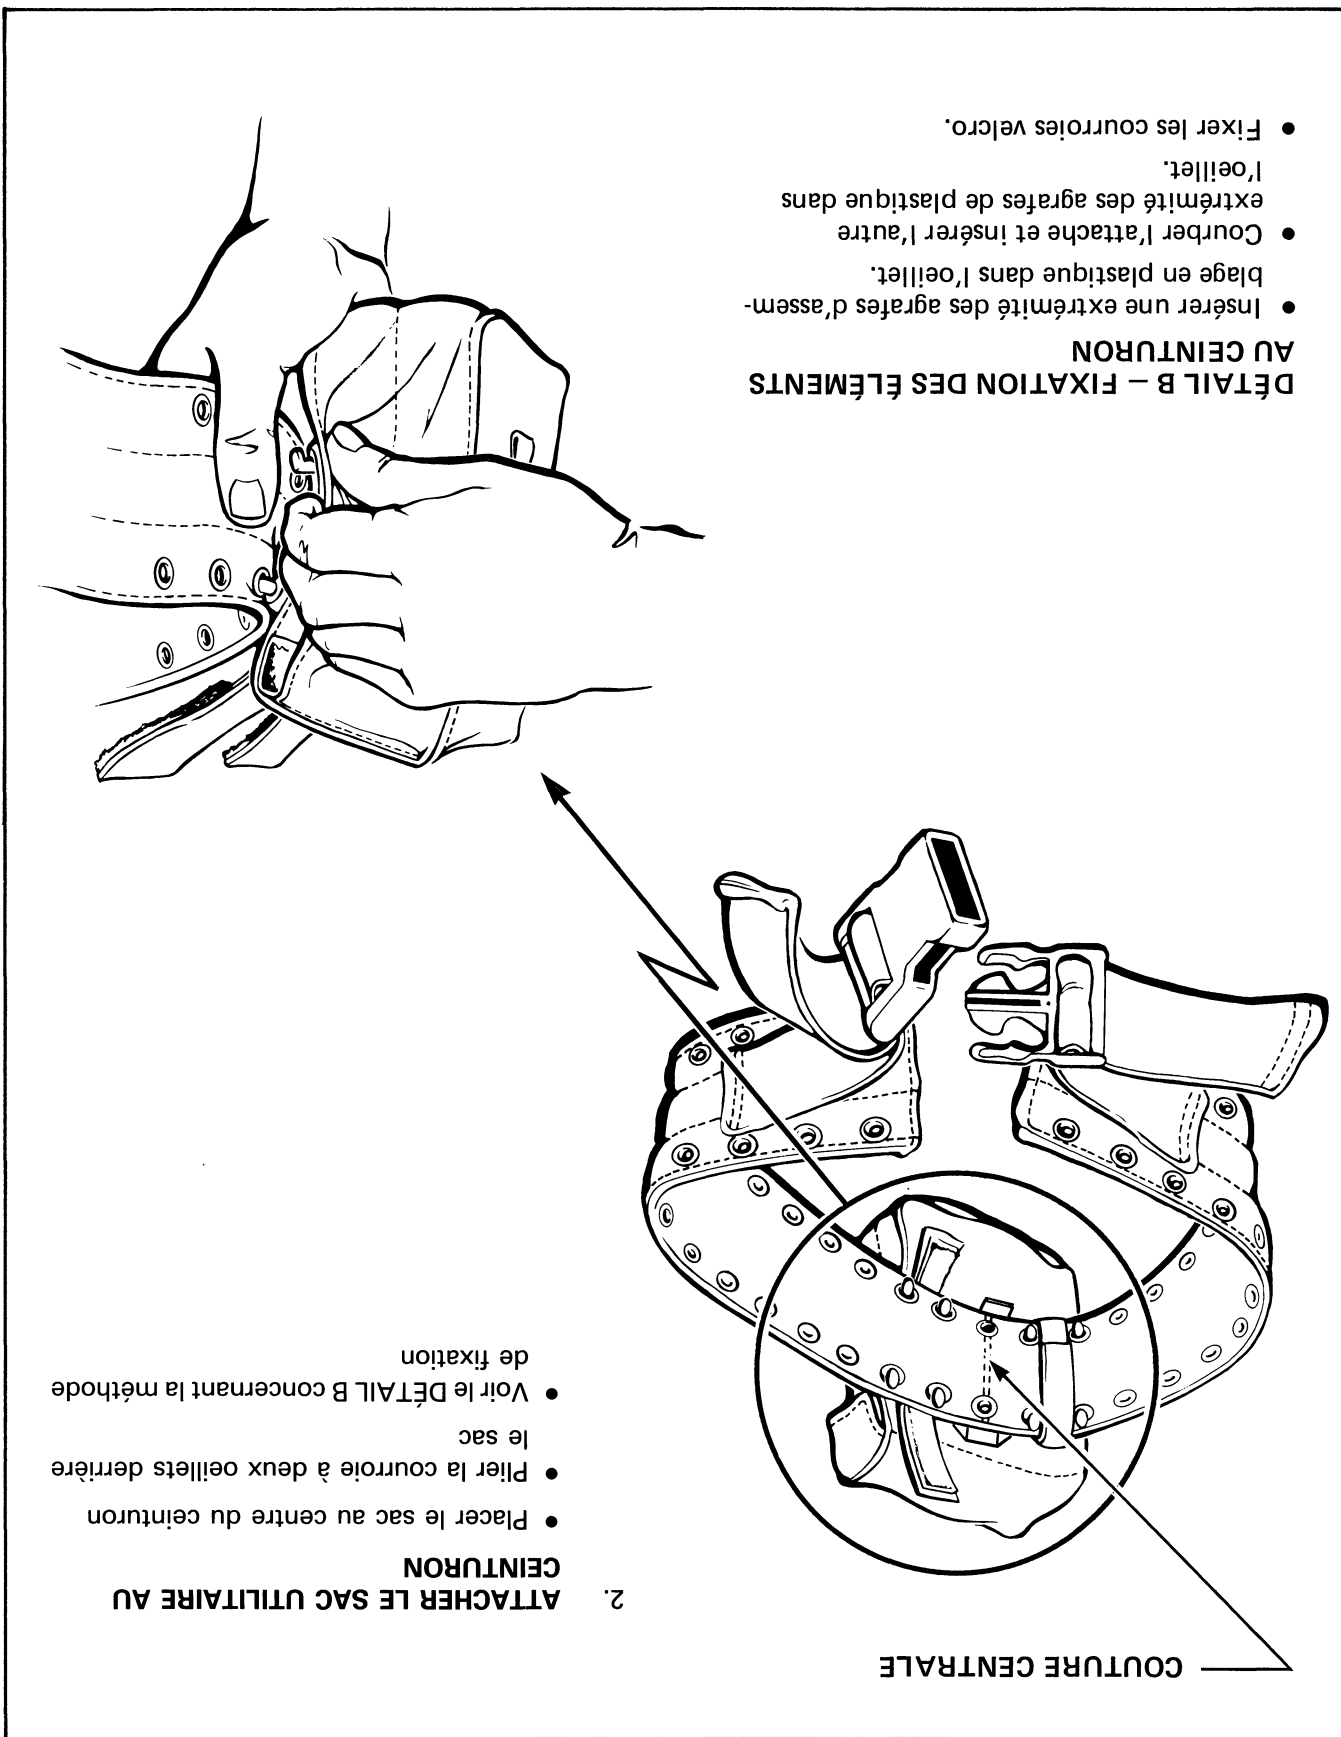

Figure 2-3 (Page 2 de 4) Tenue de combat – étapes d'assemblage
3. Il faut placer les éléments à l'endroit prévu et procéder selon l'ordre prévu pour assurer un confort et une efficacité maximum. Les étapes de l'assemblage de la tenue de combat sont illustrées à la figure 2-3.